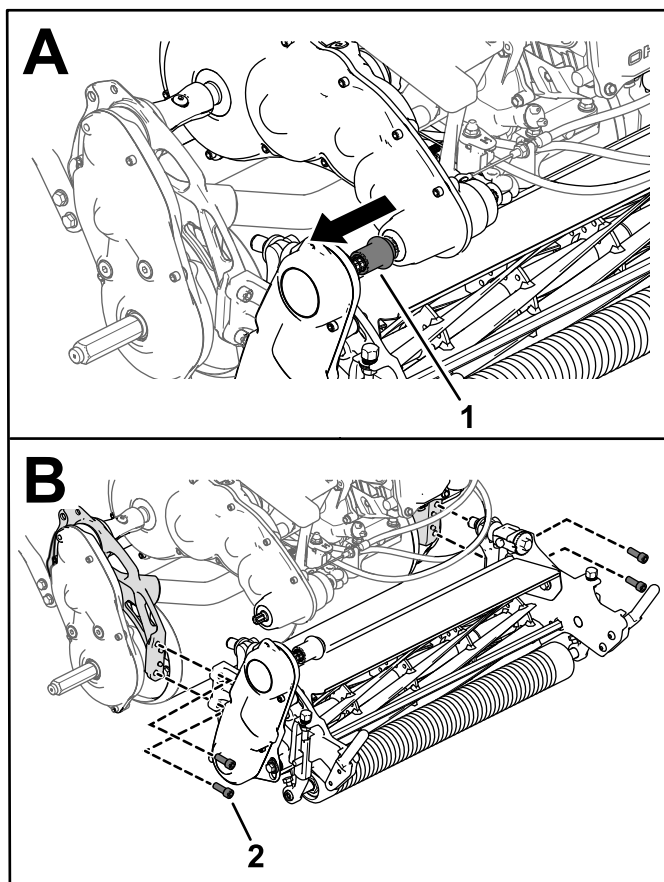

Figura 51
- Liberte o acoplador da transmissão da unidade de corte para o veio da transmissão (Figura 51).
- Retire os parafusos de cabeça sextavada interior que prendem a unidade de corte à estrutura (Figura 51).